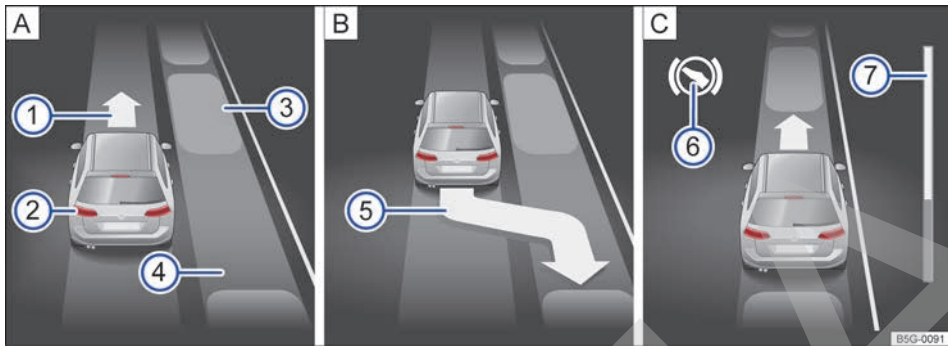
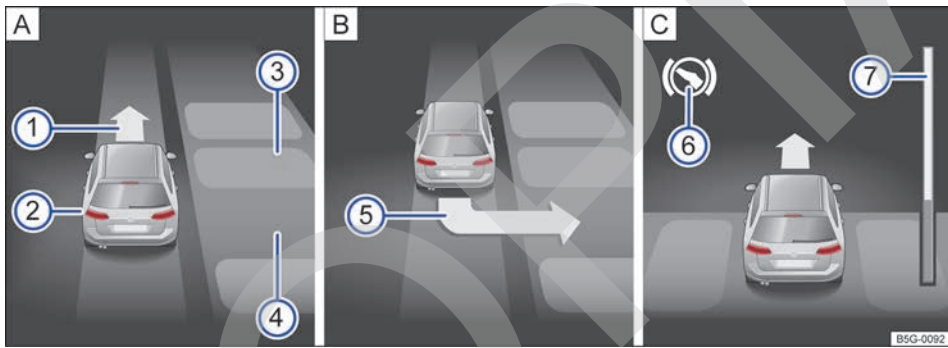

Fig. 149 En la pantalla del cuadro de instrumentos: aparcar en línea. **A** Buscar un hueco de aparcamiento. **B** Posición para aparcar. **C** Maniobrar.
Fig. 150 En la pantalla del cuadro de instrumentos: aparcar en batería. **A** Buscar un hueco de aparcamiento. **B** Posición para aparcar. **C** Maniobrar.
Leyenda de la fig. 149 y fig. 150:
La barra de progreso ⇒ fig. 149 ⑦ y ⇒ fig. 150 ⑦ muestra simbólicamente en la pantalla del cuadro de instrumentos la distancia relativa que aún queda por recorrer. Cuando mayor es la distancia, más llena está la barra de progreso. Al circular marcha adelante, el contenido de la barra de progreso disminuye hacia arriba, y al circular marcha atrás, disminuye hacia abajo.